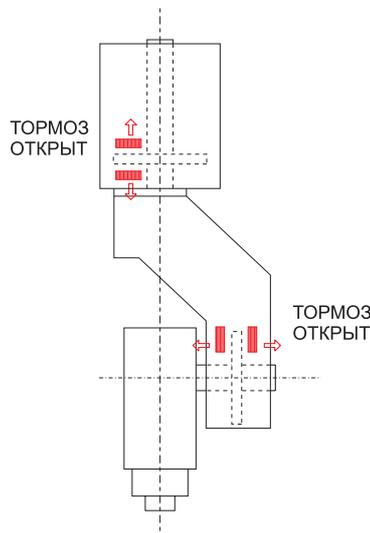

РИС. 1
- При включении обрабатывающего центра (POWER-ON) тормоза осей В и С разблокированы (колодки открыты, рис. 1) по умолчанию.